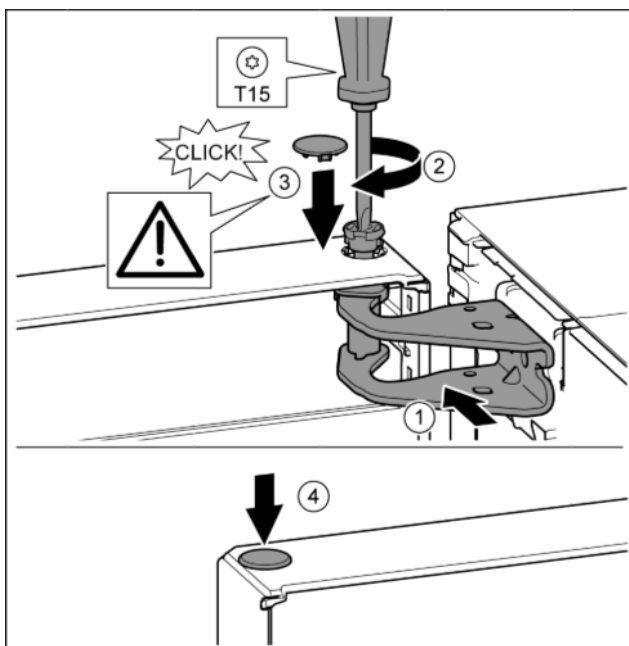

Fig. 20
- Orienter la porte en haut pour l'ouverture dans le support de palier. Fig. 20 (1)
- Poser le boulon et le visser avec un tournevis T15. Fig. 20 (2)
- Monter le cache de sécurité pour sécuriser la porte : Mettre en place le cache de sécurité et contrôler s'il repose sur la porte. Sinon, enfoncer à fond le boulon. Fig. 20 (3)
- Mettre le bouchon en place. Fig. 20 (4)